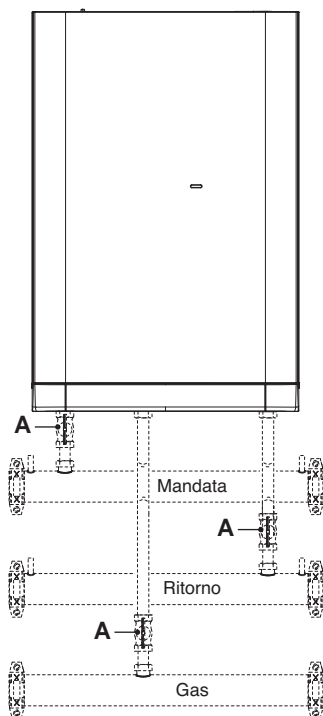

Figura 2.1
- I rubinetti di intercettazione (A - Figura 2.1), previsti in installazione, devono essere aperti;